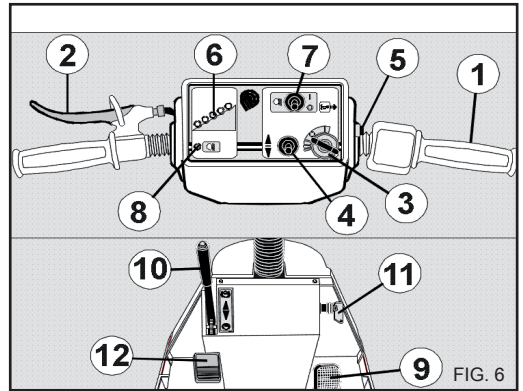
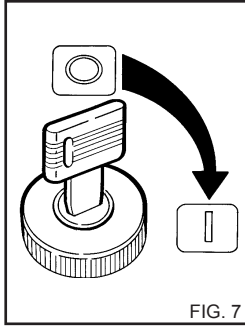

FIG. 6
FIG. 7
DISPOSITIVO DO COMANDO - Fig. 6
1) Inserir a chave e girar no sentido dos ponteiros do relógio (I) (fig.7) acender-se-ão os indicadores luminosos no painel dos instrumentos para assinalar que o veículo está ligado (ref. 6 Fig. 6) e aguardar 2-3 segundos aproximadamente.
Accionar o interruptor de emergência girando o botão para a pos. "I" (ref. 11 Fig.6)
Utilizar o botão (fig. 6 ref. 4) para inverter o sentido da marcha (para a frente ou para trás).
- Accionar o veículo com a alavanca/acelerador (Rif. 1 Fig. 6).
⚠ Manter carregado com um pé o interruptor Homem a Bordo. Tirando o pé do interruptor o veículo pára automaticamente (Rif. 12 Fig. 6).
O veículo não deve trabalhar até a completa descarga da bateria (atenção ao sinal amarelo do painel de control) Rif. 6 Fig. 6). A duração do trabalho deve estar de acordo com o tempo de autonomia da bateria.
Desacelerar até ao mínimo (Rif. 1 Fig. 6).
Rodar a chave (3) pondo-a na posição "0" (todos os indicadores luminosos devem estar apagados); girar o interruptor de emergência para a posição "0" (fig. 7).
A bateria deve ser recarregada quando a luz verde se apaga (Rif. 6 Fig. 6) e apenas se mantem acesas as amarelas ou vermelhas